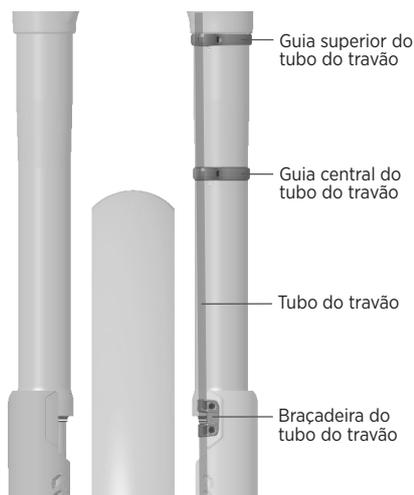

Figura 6: Passagem do tubo do travão através das guias do tubo do travão e para a braçadeira do tubo do travão
3. Remova os dois parafusos das guias central e superior do tubo do travão. A guia central do tubo do travão está marcada com um "M" e tem um diâmetro ligeiramente mais pequeno do que o da guia superior do tubo do travão (marcada com um "U"). Instale o tubo do travão através da abertura em cada uma das guias e instale-as no tubo do garfo esquerdo (Figura 6). Volte a colocar os parafusos com folga.